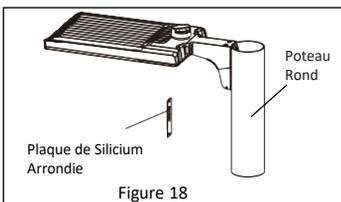

Figure 18
**Remarque:** Pour le poteau rond, enlevez la plaque de silicone arrondie. **Reportez-vous à la Figure 18.**